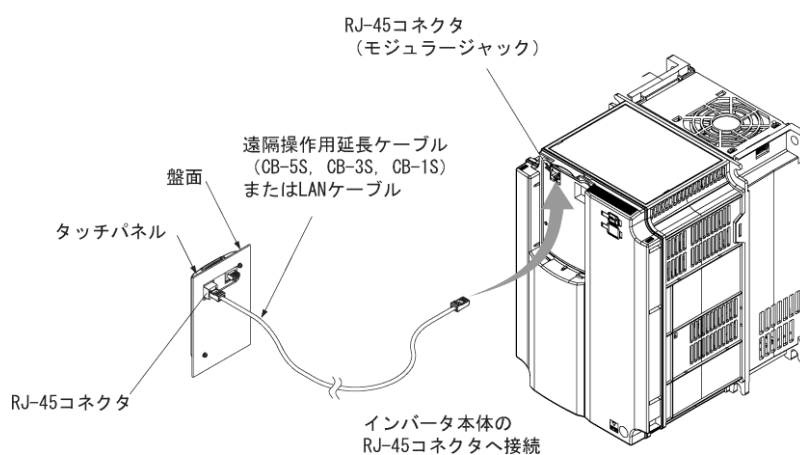

図2.3-8 タッチパネル・インバータ本体への延長ケーブルまたは市販の LAN ケーブルの接続
- (3) タッチパネルの RJ-45 コネクタとインバータ本体の RJ-45 コネクタ (モジュージャック) に遠隔操作延長ケーブル (CB-5S, CB-3S, CB-1S) または市販の LAN ケーブル (ストレート) を接続します。(図 2.3-8 参照)